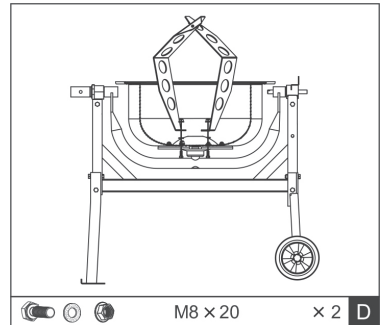

Fig.8
5. Montare le pale di miscelazione. A tale scopo, posizionare le pale di miscelazione sul fondo del tamburo e montarle con due viti e dadi M8x16. Utilizzare un disco di cuoio tra il fondo del tamburo e le pale. Serrare leggermente le viti (D), Fig.8.